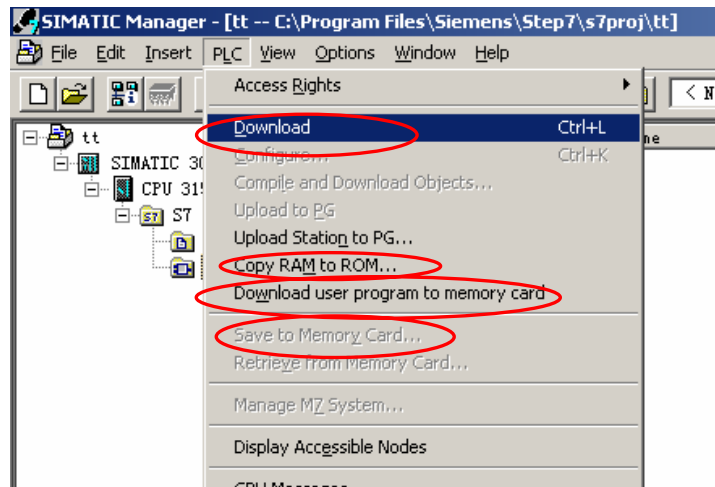

图 8—2
1. 直接下载：用快捷栏中的下载按钮 直接下载。或使用 STEP7 中的“PLC >“Download””菜单命令下载。（如图 8—2）
2. 使用 STEP7 中的“PLC >“Download User Program to Memory Card””菜单命令将整个程序下载（如图 8—2），注意使用该指令时不能下载单个或部分程序块，只能整体下载，同时会将 MMC 卡中原来的内容清除。此方法也同样适用于 FEPR0M 卡。